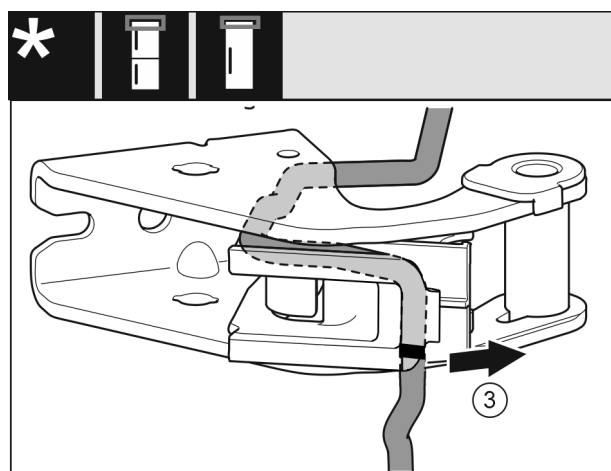

Fig. 28
- Odmontujte kabel s držákem kabelu Fig. 28 (3) ze stojanu ložiska.